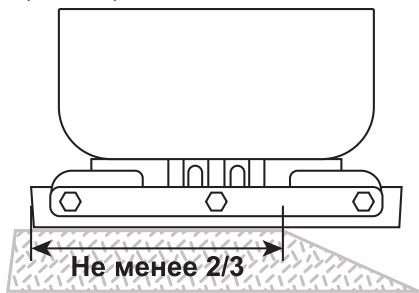

Рис. 14 Расположение виброплиты на краю обрабатываемой поверхности
9. При перемещении виброплиты по краю обрабатываемой поверхности, в плотном соприкосновении с поверхностью должно оставаться не менее 2/3 части рабочей площади плиты (Рис. 14).